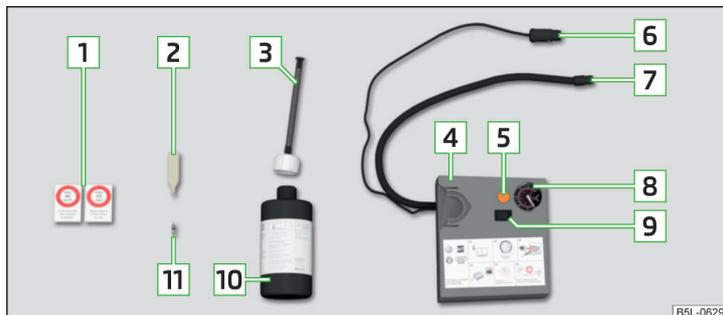

Fig. 187 Descripción del kit de averías
- Introducir el atornillador de inserto de válvula **[2]** » *fig. 187 de la pág. 162* sobre el inserto de válvula de la manera que el inserto de válvula cabe en la ranura del atornillador de inserto de válvula.
- Agitar fuertemente y varias veces la botella **[10]** » *fig. 187 de la pág. 162*.
- Enrosque fija la manguera de llenado del neumático [7] » fig. 187 de la pág. 162 sobre la válvula del neumático.
- Pegue la etiqueta adhesiva correspondiente [1] » fig. 187 de la pág. 162 sobre el tablero de instrumentos en el campo visual del conductor.